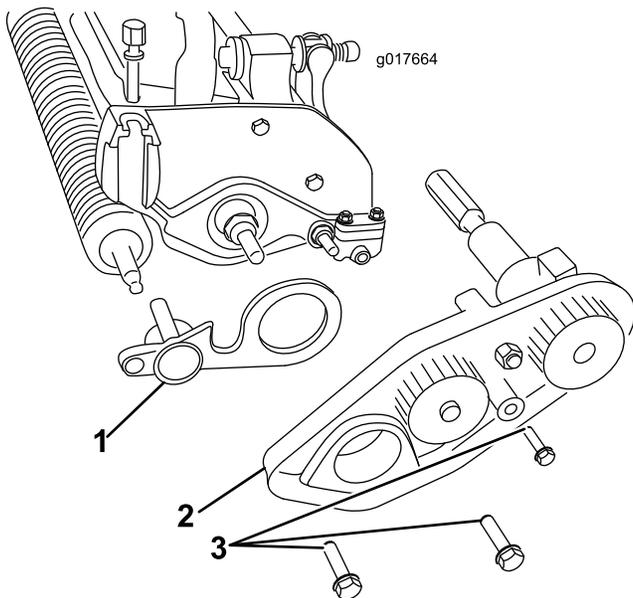

Figura 5
10. Retire los 3 pernos que sujetan el conjunto de la correa de transmisión a la unidad de corte, y retire el conjunto entero (Figura 5).
21. Introduzca el otro extremo del eje del groomer en la placa de apoyo izquierda (Figura 5).
22. Instale el conjunto de correa de transmisión del molinete usando los pernos que retiró anteriormente, y asegúrese de que la chapa lateral gira libremente. (Figura 5).